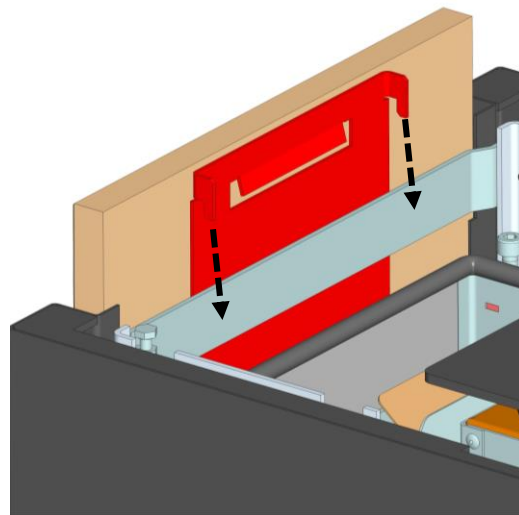
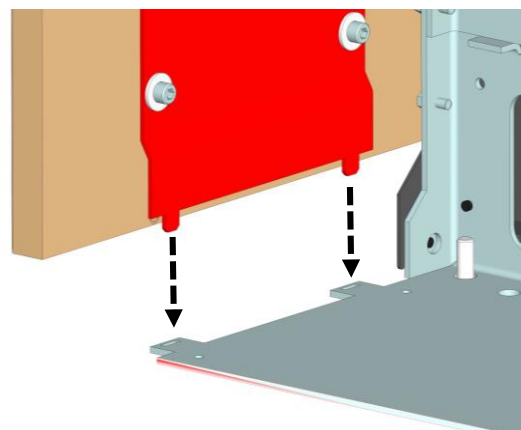

Abb. 8: Frontverkleidung oben einhängen
Abb. 9: Frontverkleidung unten positionieren
1. Die Frontverkleidungen wieder in den Grundkörper einhängen (Abb. 8 und Abb. 9) und mit den zuvor entfernten Schrauben wieder fixieren.